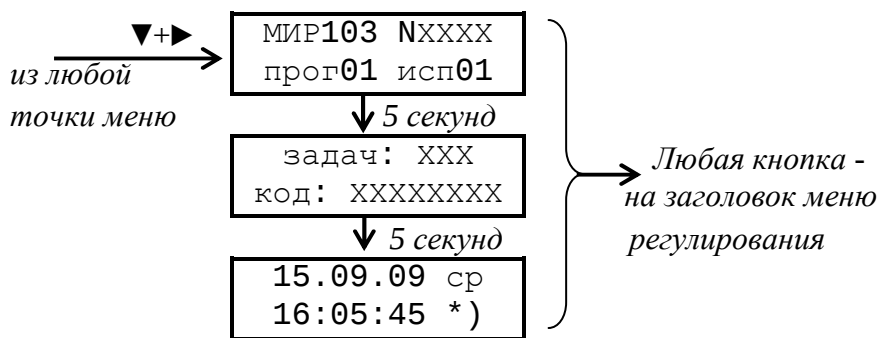

Рисунок 2.8 - структура начального пункта меню
2.4.2.1 При включении питания дисплей выходит на уровень начальной индикации (см. рисунок 2.8). Сюда же происходит переход из любой точки меню при одновременном нажатии двух кнопок «▼» и «►». Уровень состоит из трех последовательно выполняющихся шагов. Длительность первого и второго шагов по 5 секунд, длительность третьего не ограничена. Выход на уровень меню заголовков – кратковременным нажатием любой кнопки.